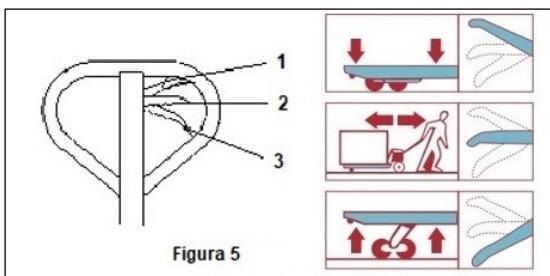

Figura 5
- Coloque la palanca de mando en la posición (3) (Figura 5).
- Colocando la palanca de mando en posición (1) (Figura 5), las horcas de la transpaleta se bajan.
- Colocando la palanca de mando en posición neutra (2) (Figura 5) las horcas no trabajan.
- Colocando la palanca de mando en posición (3) (Figura 5) y bombeando con la manilla el cuerpo de la transpaleta se levanta.